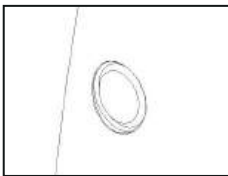

Figure 8
- Retirez le couvercle du filtre (voir Figure 8);